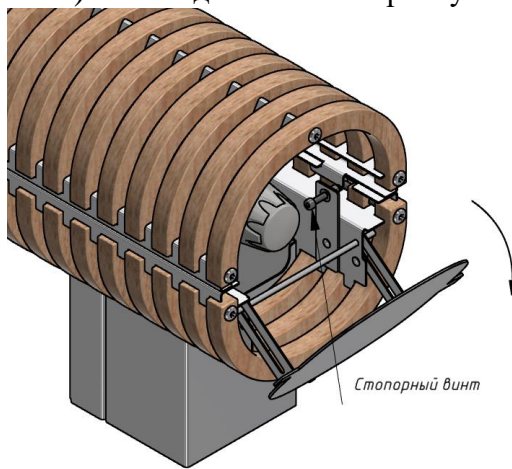

Рисунок 2
2) Откройте крышку (рис.2), расположенную с торца конвектора, потянув одновременно с двух сторон за её «ушки».
3) Открутите стопорный винт (рис.2) так, чтобы он не блокировал снятие верха корпуса.
8) Заверните стопорный винт (рис.2)